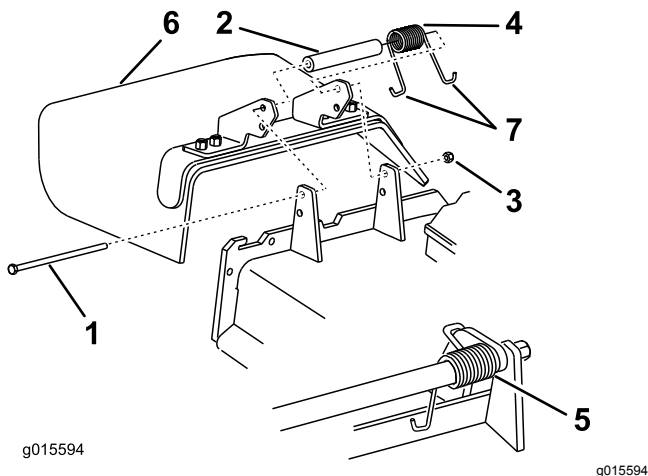

Figura 55
3. Retire la contratuerca, el perno, el muelle y el espaciador que sujetan el deflector a los soportes de pivote (Figura 55).
5. Coloque un gancho en J del muelle detrás del reborde de la carcasa (Figura 55).
Nota: Asegúrese de colocar un extremo en **J** del muelle detrás del reborde de la carcasa antes de instalar el perno, como se muestra en la Figura 55.
7. Coloque un gancho en J del muelle alrededor del deflector de hierba (Figura 55).